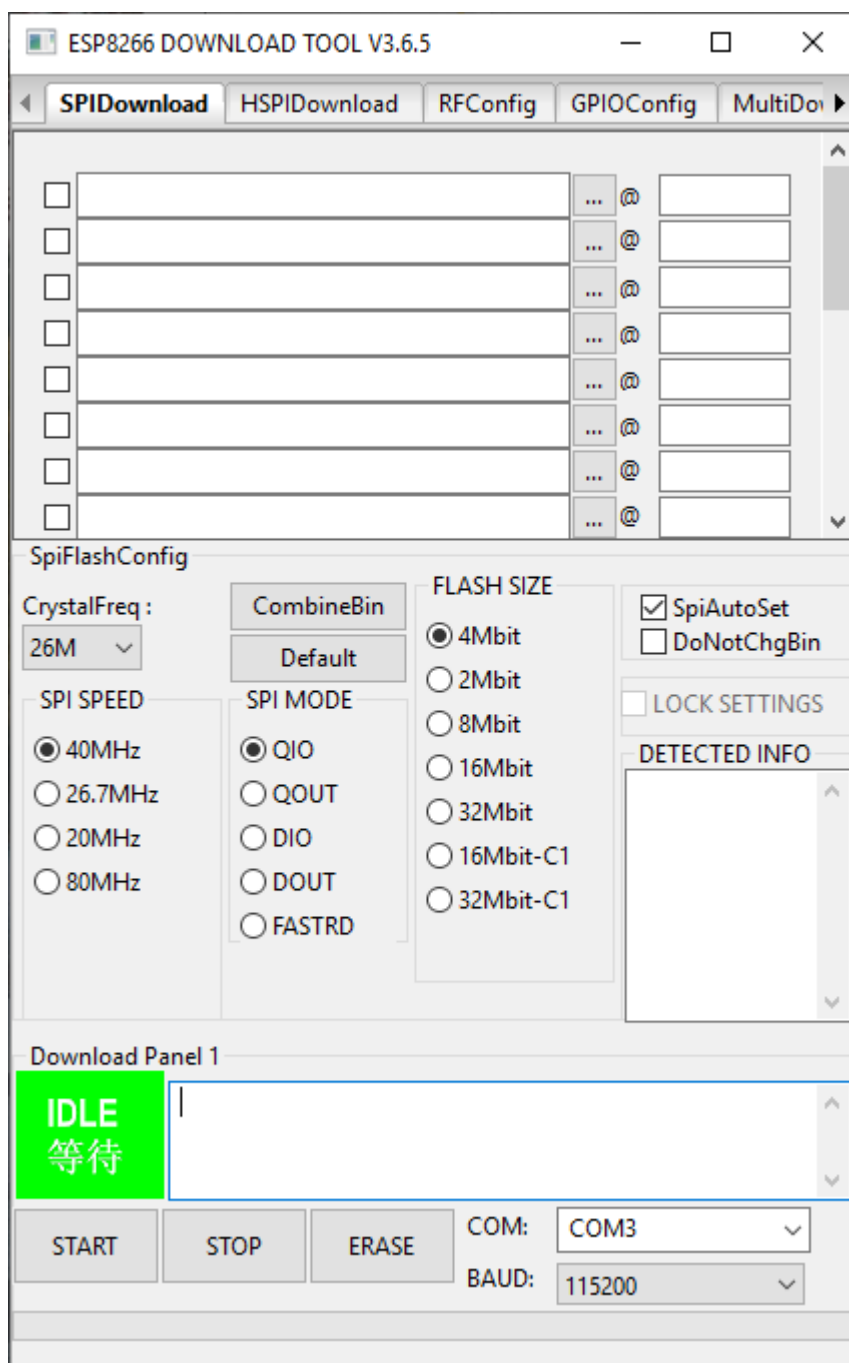

Рис. 5.45. Первичная настройка
- в появившемся окне (**рис. 5.45**) проверяем соответствие SPI SPEED и SPI MODE значениям 40 МГц и QIO; все галочки выше снимаем;